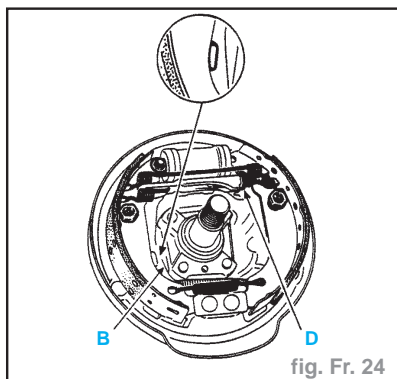

fig. Fr. 24
- de la mise en appui correcte des leviers (B) de frein à main sur les segments (fig. Fr. 24).